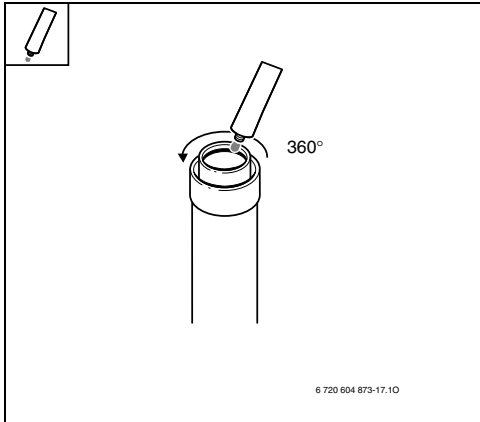

Fig. 33
- ▶ Aplicar un poco de grasa exenta de solventes (por ej. vaselina) en el sello/junta del lado del escape (Fig. 33).